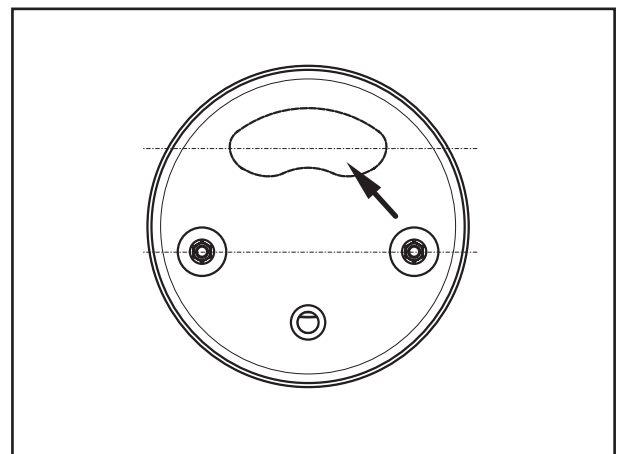

Fig. 14
- ☞ Vor dem Festziehen der Sicherungsschraube die oberen Befestigungspunkte zu der Vertiefung in der Federglocke (Fig 14/Pfeil) parallel ausrichten, damit der Luftfederbalg nach dem Einbau nicht verdreht ist (nur bei DLU).
-  Before tightening the locking screw, line up the upper attachment points in parallel with the recess in the piston (Fig 14/arrow), so that the air bag will not be tilted after it is installed (DLU only).
-  Avant de serrer la vis de sûreté, bien aligner les points de fixation supérieurs par rapport à l'évidement du piston de ressort (Fig. 14/flèche) afin d'éviter qu'après montage le coussin d'air ne soit tourné pas en mauvaise position (uniquement pour DLU).